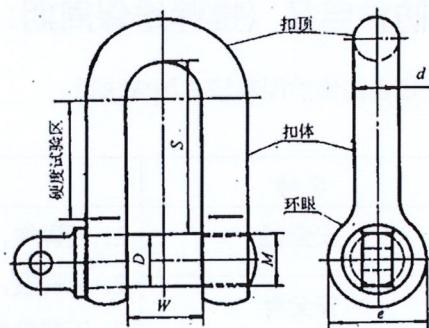

图3 卸扣示意图
| 5  | U型螺栓 | 5. ①卸扣扣顶与扣体磨损量小于等于8%的扣顶直径（如图3，d），且符合强度要求。②销轴磨损量小于等于8%的销轴直径（如图3，D），且符合强度要求。③扣体长度尺寸（如图3，S）的变形量，不得超过0.25%或0.5mm两者之较大值。   |